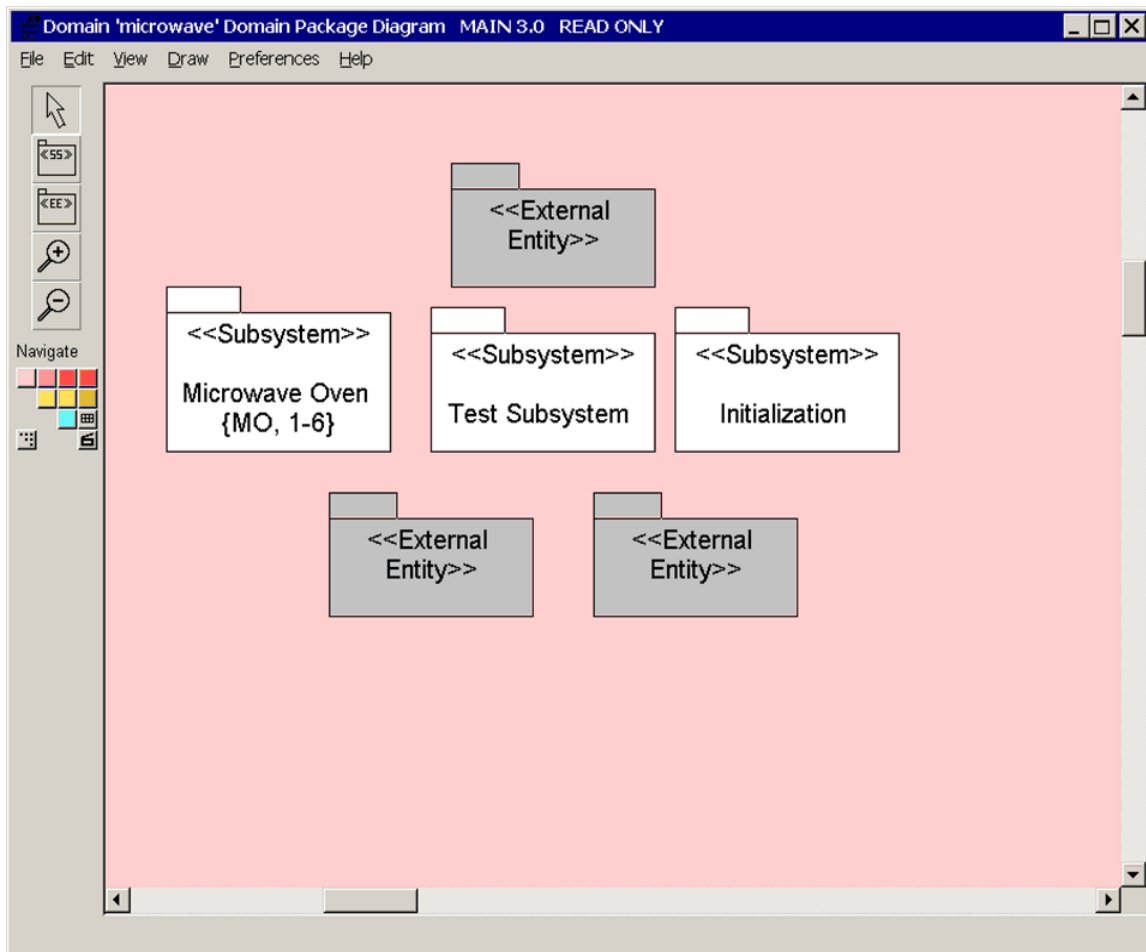

図 4-3: Microwave Oven の DPD (ドメインパッケージ図)
- [DPD] というラベルのボタンをクリックします。ドロップダウンメニューが表示されます。[Show] を選択します。ドメインパッケージ図が別のウィンドウに表示されます (図 4-3)。このダイアグラムでは、microwave ドメインを構成するすべてのサブシステムパッケージと、これらのサブシステムが関係を持つ外部エンティティパッケージ (他のドメイン) が図示されます。